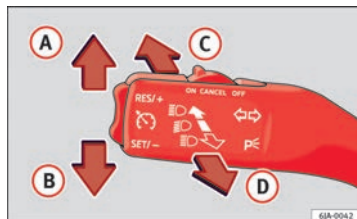

Fig. 57 Leva degli indicatori di direzione e degli abbaglianti
- Azionare la leva degli indicatori di direzione → fig. 57 tirandola verso il volante e premendola verso il basso. Mantenerla in questa posizione.
- Azionare la leva degli indicatori di direzione → fig. 57 tirandola verso il volante e premendola verso l'alto. Mantenerla in questa posizione.
- Spostare la leva ➔ fig. 57 verso l'alto (A) o verso il basso (B).
- Premere la leva ➔ fig. 57 in avanti nella direzione indicata dalla freccia (C).
- Gli abbaglianti si spengono quando la leva torna nella posizione originale nel senso indicato dalla freccia (D).
- Tirare la leva ➔ fig. 57 verso il volante (punto di pressione) nel senso indicato dalla freccia (D).
- Azionare la leva degli indicatori di direzione $\Rightarrow$ fig. 57 $\Rightarrow$ pagina 101 verso l'alto o verso il basso - si accenderanno le luci di posizione del lato destro o sinistro del veicolo.